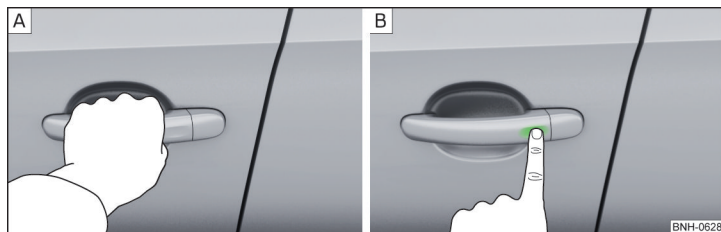

Fig. 44 Desbloquear vehículo / bloquear vehículo
- Agarrar la manivela para **desbloquear** el vehículo » **fig. 44** - **A**.
- Tocar el sensor en la manivela con el dedo para **bloquear** el vehículo » **fig. 44** - **B**.
- Tocar con el dedo dentro de 5 seg. el sensor en el tirador de la puerta » **fig. 44 de la pág. 54** - **B**. La desactivación es confirmada por un sólo parpadeo de las luces intermitentes.